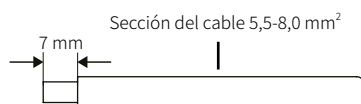

Fig. 30. Pelado del extremo del cable.
2. Pelar 7 mm. del manguito de aislamiento del cable de DC, tal como se muestra en la Fig. 30: